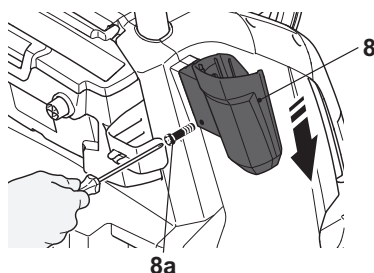

Fig. 1
1. Deslice el soporte de la pistola de pulverización (8) hasta el producto y fíjelo con el tornillo (8a) (Fig. 1).